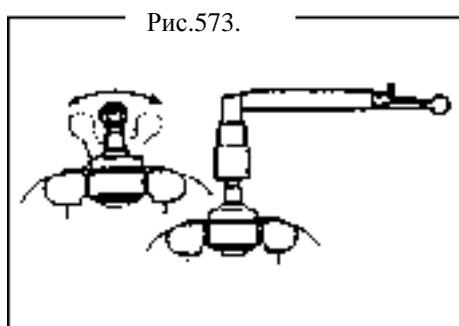

Рис.573.
23. Проверьте шаровую опору левого поперечного рычага (рис.573).